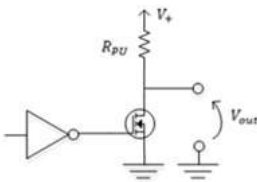

图 14
- 1. 开漏输出最主要的特性就是高电平没有驱动能力，需要借助外部上拉电阻才能真正输出高电平，其电路如图 14所示。